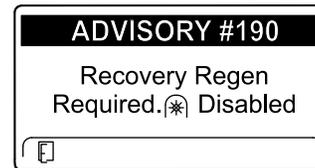

图23
- Recovery regeneration required (需要恢复再生) ——功率输出已禁用 ADVISORY #190 (第 190 号提醒) (图23)